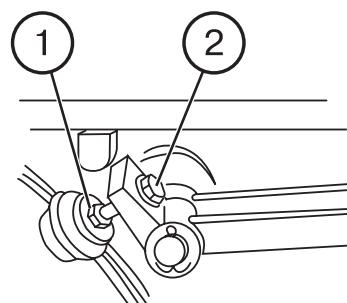

Рис.52.
- отверните контргайки 1 (рис. 52) болтов 2;